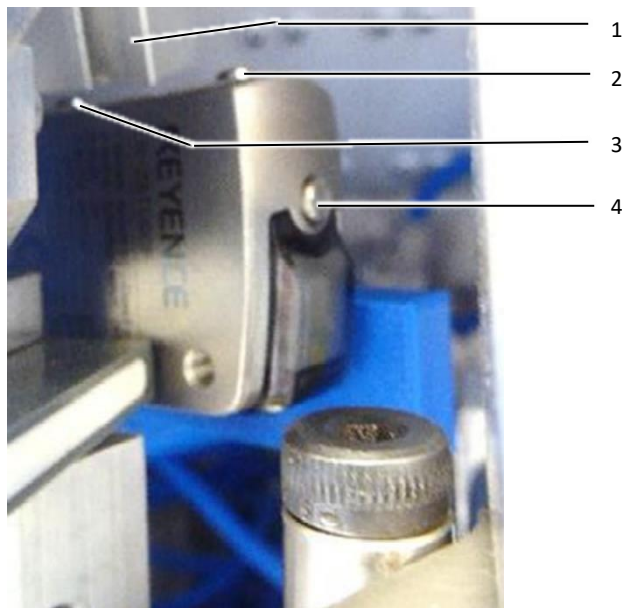

Fig. 16: Lysgitter
- Skub tyllekniven (fig. 16, pos. 1) opad.
- Frigør lysgitteret ved at trykke indstillingsknapperne (fig. 16, pos. 2 og 3) ned på samme tid og holde dem nede i 3 sekunder. På lysgitterets display vises „UNL“.
- Tryk på indstillingsknappen i højre side (fig. 16, pos. 4) i 3 sekunder, indtil „SET“ blinker i displayet.
- Indstil værdien „20“ (ved finindstilling kan følsomheden indstilles til mellem -99 og 999 med indstillingsknapperne (fig. 16, pos. 2 og 3)).
- Lås lysgitteret ved at trykke indstillingsknapperne (fig. 16, pos. 2 og 3) ned på samme tid og holde dem nede i 3 sekunder. På displayet vises „LOC“.